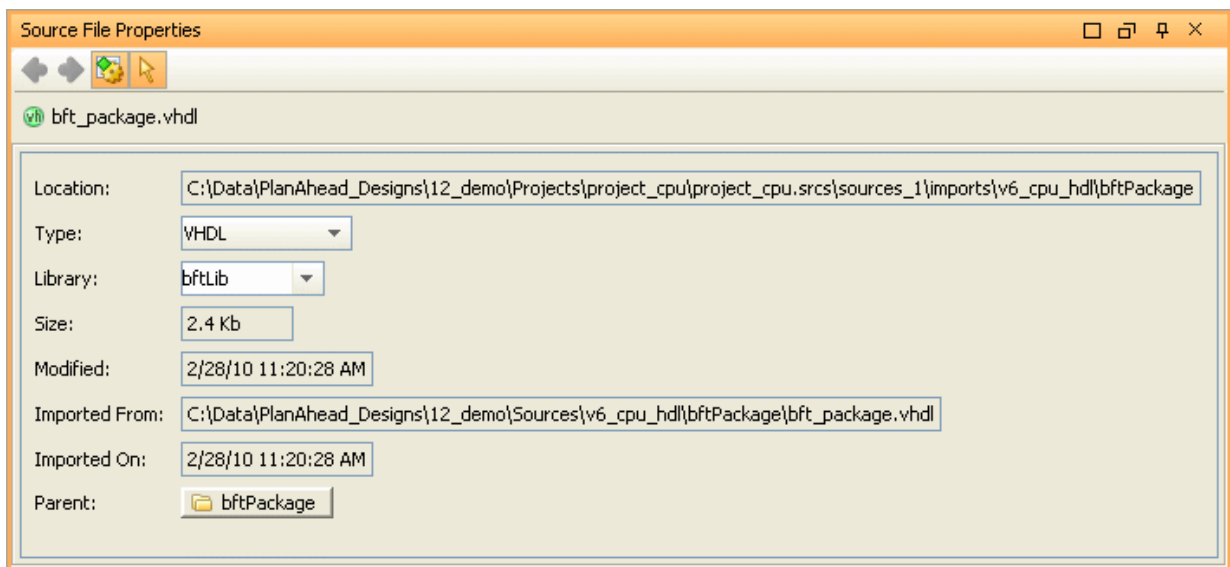

図 4-30 : [Source File Properties] ビュー
2. [Source File Properties] をクリックします。図 4-30 に、[Source File Properties] ビューを示します。